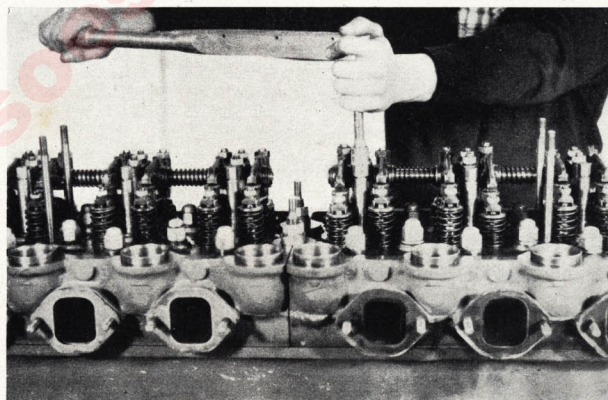

Fig. 59.—Apretado de los tapones de fijación de los inyectores
10. Montar los inyectores con su arandela de cobre (nueva); a continuación introducir las extremidades de llegada de combustible (véase fig. 10) y montar los tapones de fijación de inyectores apretándolos a un par de 9,5 a 10,5 mkg. (fig. 59).